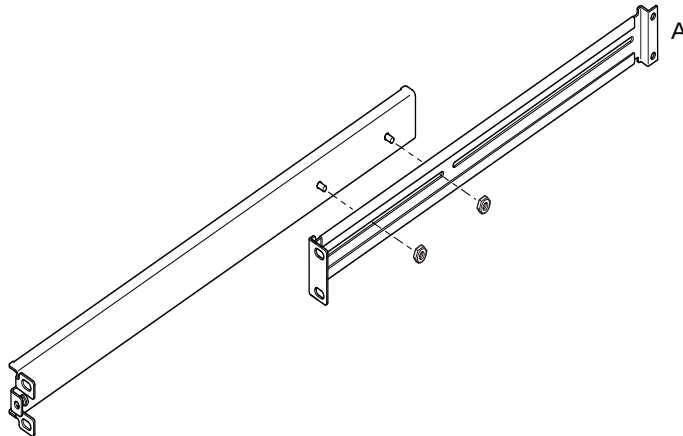

BILD 3-2 Fästskenor för ett Sun 72-tums expansionsrack
På ett Sun StorEdge-rack (72 tum högt, 19 tum brett) sitter den dubbelvinklade sidan (A) på baksidan (se BILD 3-2).